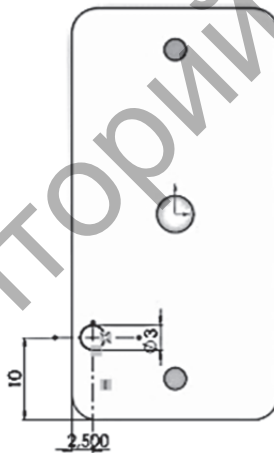

Рисунок 9.4
3. Выберите верхнюю плоскость основания радиатора для создания эскиза, представленного в примере (рис. 9.4).